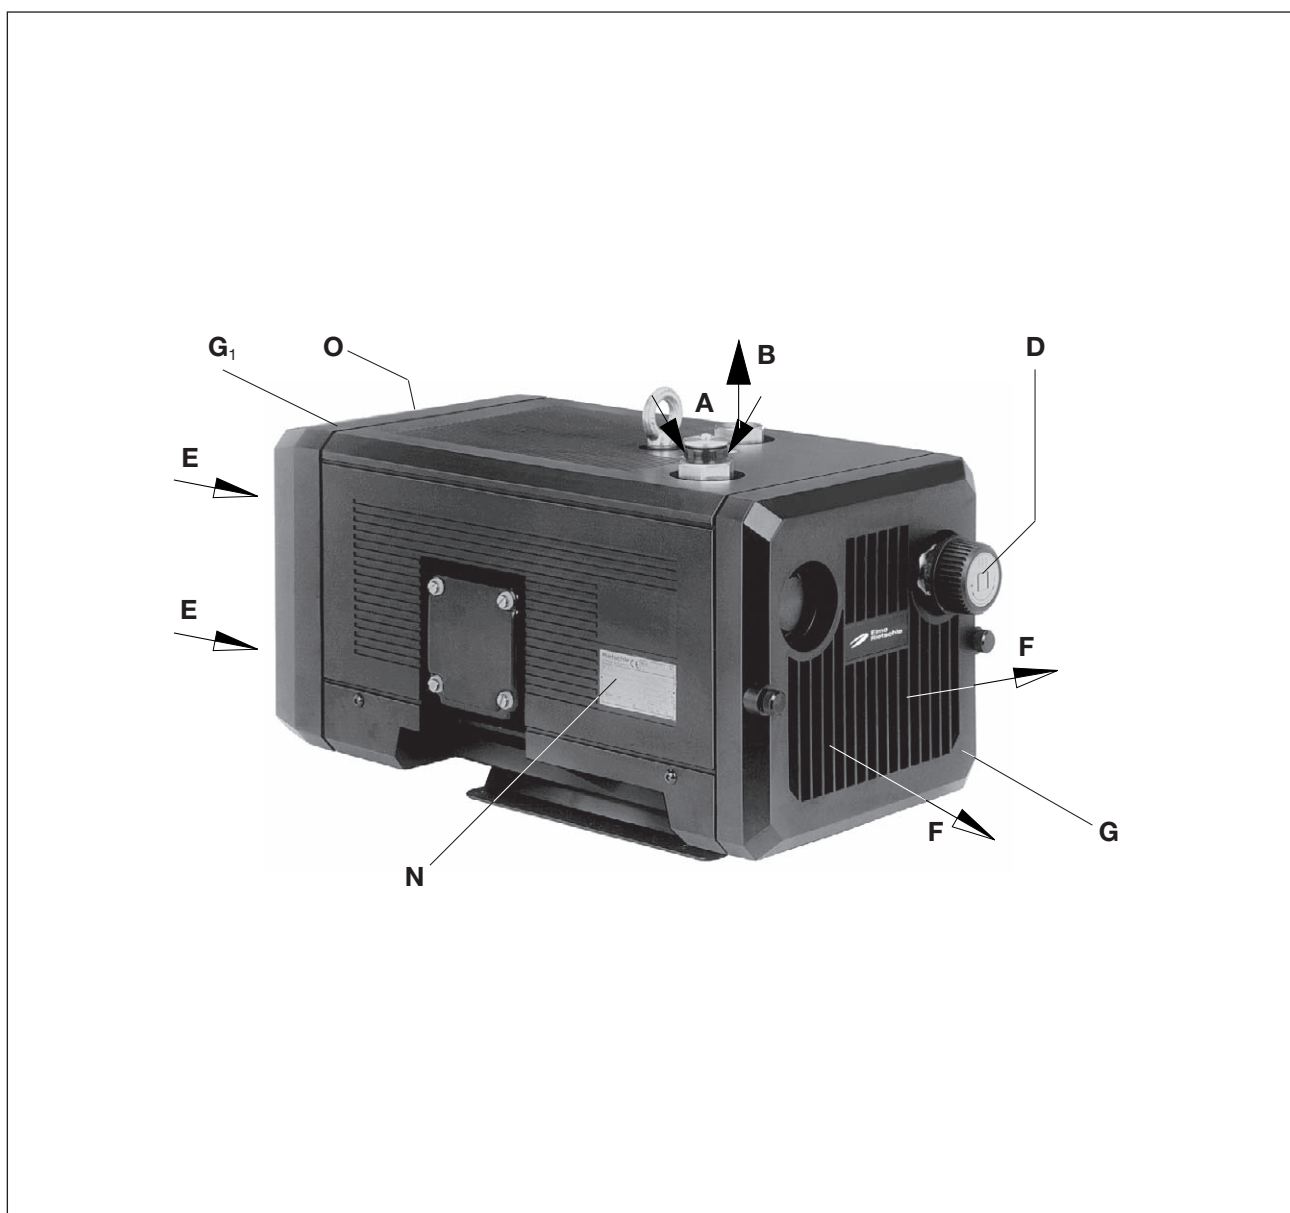

Fig. 2 Kompressor V-DTN
Motor og kompressor har en fælles aksel. Tryk-reguleringsventilen (fig. 2/D) gør det muligt at indstille et bestemt ønsket tryk, dog med begrænsede øvre værdier.
Vores kontaktfri klokompressorer V-DTN 6 og V-DTN 40 egner sig til generering af overtryk mellem 0 og den maksimale grænse (bar), som er angivet på dataskiltet (fig. 2/N). Vedvarende drift er tilladt.
Til afmontering af udblæsningsgitteret (ill. 2/G), indsugningsgitteret (fig. 2/G1) og husdækslet (b) skal der være mindst 30 cm plads ved vedligeholdelsesarbejde. Derudover skal man være opmærksom på at køleindtagene (fig. 2/E) og køleudtagene (fig. 2/F) skal have mindst 10 cm afstand til den nærmeste væg (udledt køleluft må ikke suges ind igen).
- a) Tryktilslutning ved (fig. 2/B).
De påkrævede trykområder kan indstilles med trykreguleringsventilen (fig. 2/D) som vist på symbolskiltet, der er placeret på drejeknappen.
- a) Motorens elektriske data er angivet på typeskiltet (fig. 2/N) eller på motordataskiltet. Motorerne overholder DIN EN 60034 og er i beskyttelsesklasse IP 55 og isoleringsklasse F. Ledningsdiagrammet sidder i motorens klemkasse (ikke ved versionen med stiktilslutning). Motordataene skal sammenholdes med dataene for den eksisterende netspænding (strømtype, spænding, netfrekvens, tilladt strømværdi).
- ▷ Drivakslens tilsigtede drejeretning er kendetegnet af drejeretningspilen (fig. 2/O).